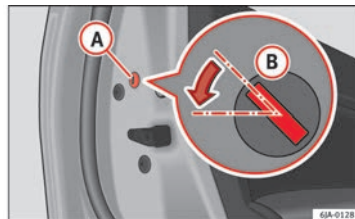

Abb. 47 Hintertür: Notverriegelung.
- Entfernen Sie die Abdeckkappe **(A)** ⇒ Abb. 47.